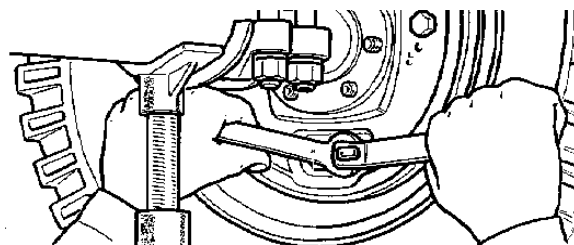

Рис. 13.9. Регулировка тормозных колодок заднего колеса опорными пальцами
3. Нажимая на педаль с постоянным усилием 120-150 Н (12-15 кгс), поверните опорные пальцы так, чтобы концы колодок со стороны пальцев упирались в тормозной барабан (рис. 13.9). Момент соприкосновения колодок с барабаном определите по увеличению сопротивления